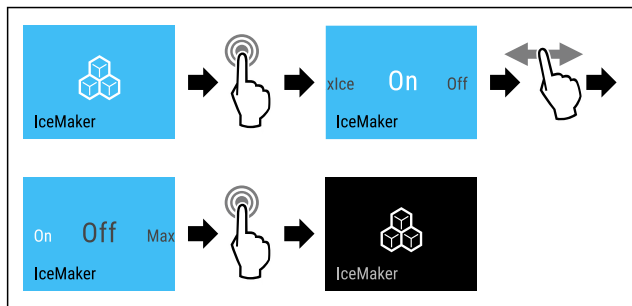

Fig. 20 Ilustrační zobrazení s aktivní funkcí IceMaker
► Proved'te akční kroky (viz Fig. 20) .